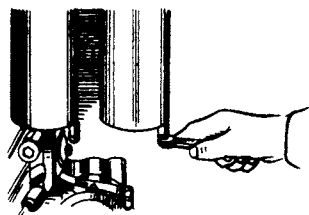

Рис. 68. Вывертывание сливной пробки фильтра грубой очистки топлива
1. Отвернуть сливные пробки (рис. 68) и слить топливо из колпаков фильтра.